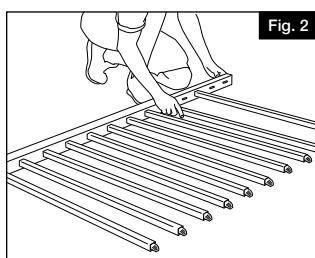

Fig. 2
- Corte y las vigas y los travesaños superiores e inferiores tipo Transform a la longitud adecuada y monte el panel con los barrotes (Fig. 2) para formar el tramo de portón.